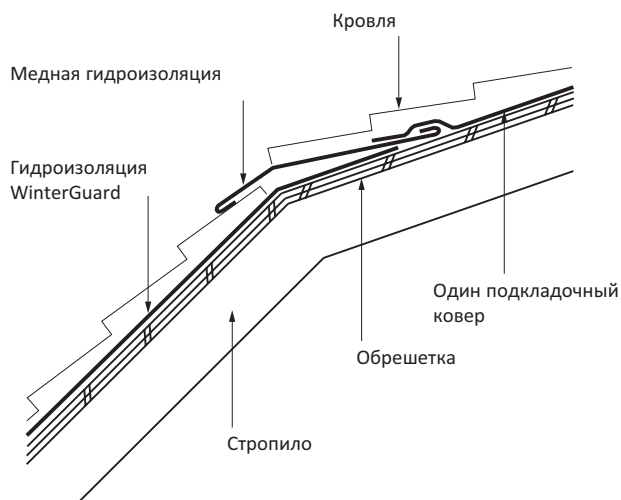

Рис. 6-24
**2. КАПЕЛЬНИК ИЛИ ЖЕЛОБ:** Уложите кровельные гонты на нижней части крыши до места стыка и отрежьте лишнюю часть кровельных гонтов по стыку настила. Уложите подкладочный ковер водонепроницаемого типа, например, WinterGuard™, на этот стык плоскостей настила для создания водонепроницаемого барьера. Водонепроницаемый подкладочный ковер должен быть уложен непосредственно в верхней части крыши и заходить на кровельные гонты в нижней части крыши приблизительно на 12 см. Установите окрашенную подпорную доску 25х150 мм (водонепроницаемый подкладочный ковер должен быть полностью закрыт этой доской) на самом вершю нижней части крыши, и затем установите на этой доске либо капельник, либо желоб. Уложите кровельные гонты до верхней плоскости стандартным способом укладки, позволяя начальным кровельным гонтам и кровельным гонтам первого ряда выступать над капельником или желобом примерно на 13–19 мм. См. Рис. 6-24 ниже.